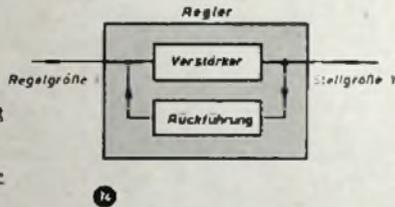

Abb. 34. Blockschaltbild; Regler mit Rückführung
Die Anordnung eines Verstärkers mit Rückführung läßt sich in einem Blockschaltbild darstellen (Abb. 34). Wie man sieht, ist die Zusammenschaltung einem Regelkreis ähnlich. Auch hier ist der geschlossene, schon öfters erläuterte Wirkungskreislauf vorhanden. Verwendet man einen idealen Verstärker, etwa eine Röhre, so ist die Übergangsfunktion von Y bei sprunghafter Änderung von X nur durch die Rückführung bestimmt. Wie gezeigt, erhält man einen P-Regler mit einstellbarem Proportionalanteil, wenn ein idealer Verstärker mit starrer Rückführung ausgestattet wird. Um die anderen Regler zu verwirklichen, müssen andersartige Rückführungen eingesetzt werden. Vor der Besprechung solcher Glieder soll aber noch ein wichtiges Gesetz näher betrachtet werden. Bei der Ableitung der Gleichung (27) ist in Gleichung (24) der Zusammenhang zwischen rückgeführter Spannung U_r und der Ausgangsspannung U_a angesetzt. Da es sich dort um eine starre Rückführung handelt, ist der Zusammenhang zwischen